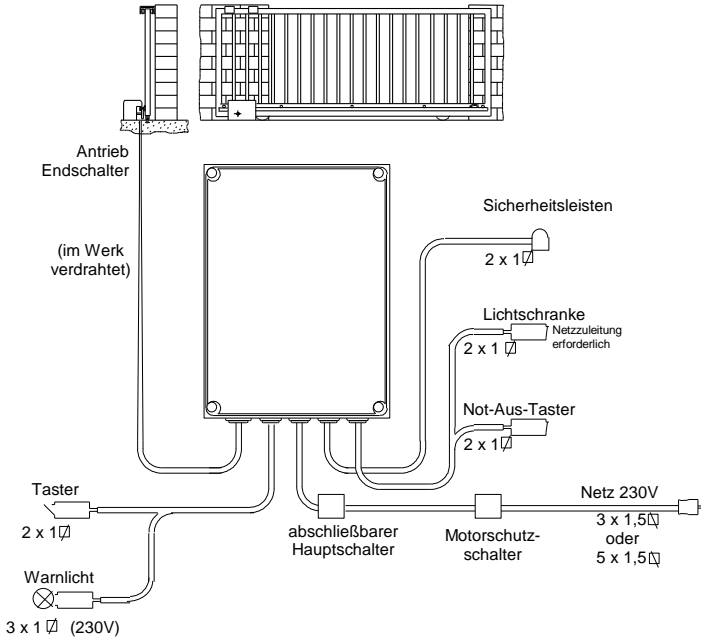

Bild 10 Installationsplan
1. Verlegen Sie die Kabel vom Netz und etwaigen Zusatzeinrichtungen zur Steuerung (siehe Bild 10 auf Seite 13).